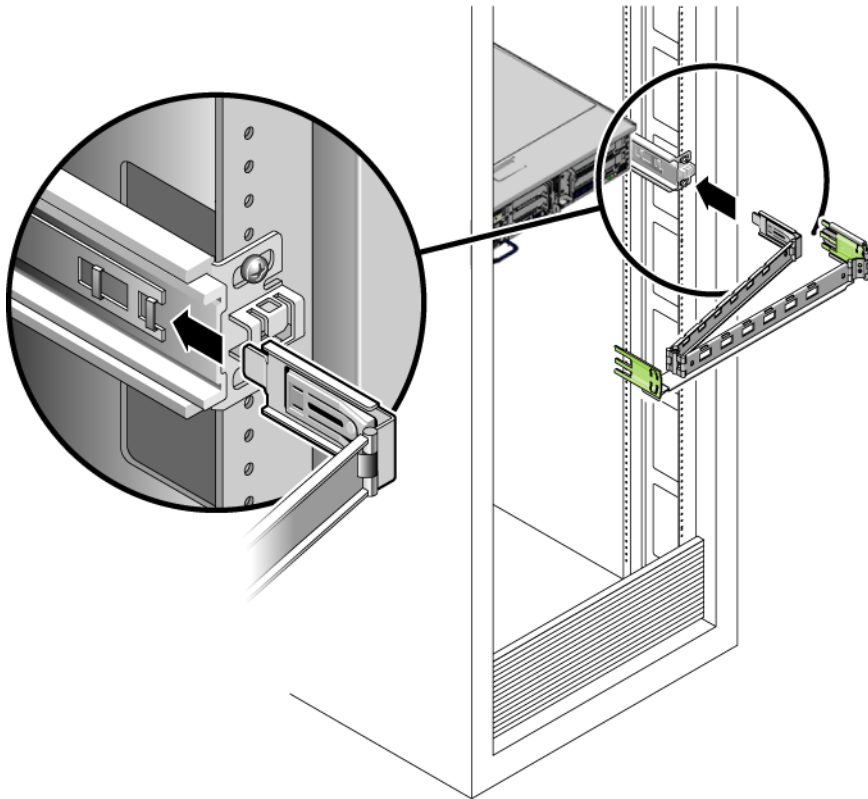

ABBILDUNG 2-9 Anbringen des inneren Kabelführungsverbindungsstücks
2. Setzen Sie die kleinere Verlängerung in den Clip am Ende des Montagebügels ein (ABBILDUNG 2-9).